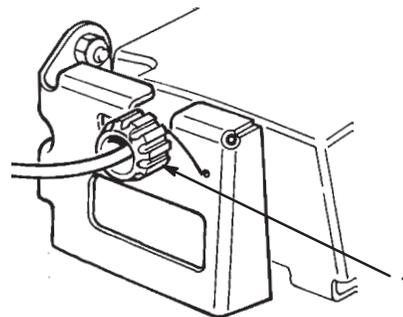

Figure 33
2. Tournez le bouton de commande de 1/2 tour dans le sens horaire si la tondeuse n'avance pas automatiquement. Si elle commence à avancer, tournez le bouton de 1/2 tour dans le sens anti-horaire pour desserrer la courroie (Fig. 33).